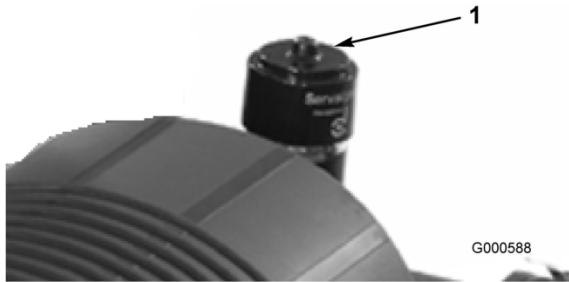

Figure 27
Faites l'entretien du filtre à air uniquement quand l'indicateur de colmatage (Figure 27) indique
6. Réarmez l'indicateur de colmatage (Figure 27) s'il est rouge.